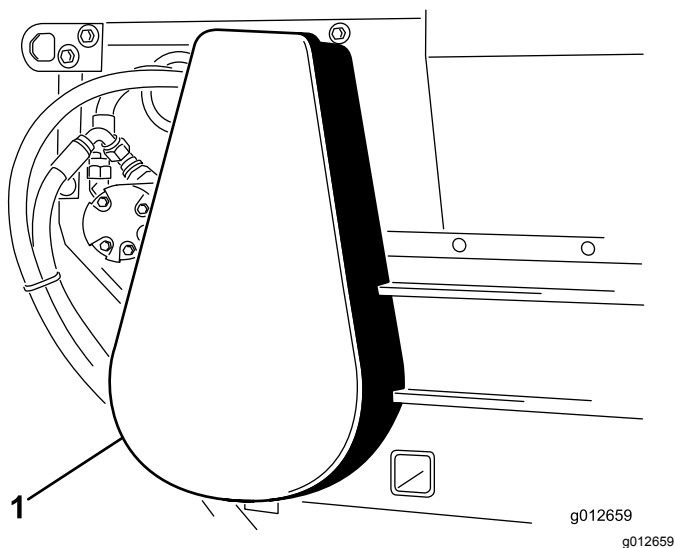

图17
- 2. 卸下链条护罩 图17。
6. 安装链条护罩 图17。